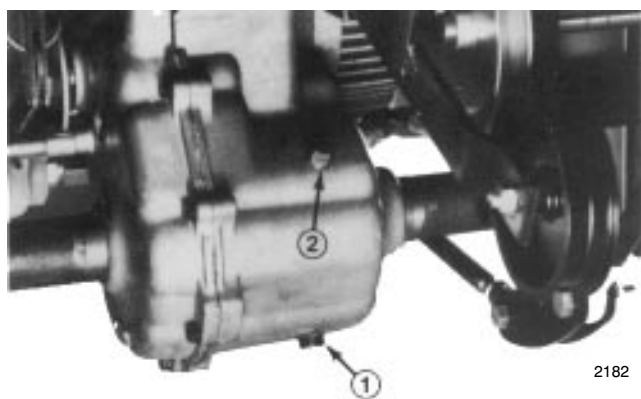

Figure 37
2. Nettoyer les abords du bouchon de vidange et placer un bac de vidange sous le bouchon de vidange du pont avant (Fig. 37).
3. Retirer le bouchon de vidange et laisser l'huile s'écouler dans le bac de vidange (Fig. 37). Quand toute l'huile s'est écoulee, remettre le bouchon de vidange.
4. Déposer le bouchon de remplissage et remplir d'huile SAE EP-90 wt. jusqu'au niveau du bouchon (environ 15 cl ou 44 oz.) (Fig. 37).